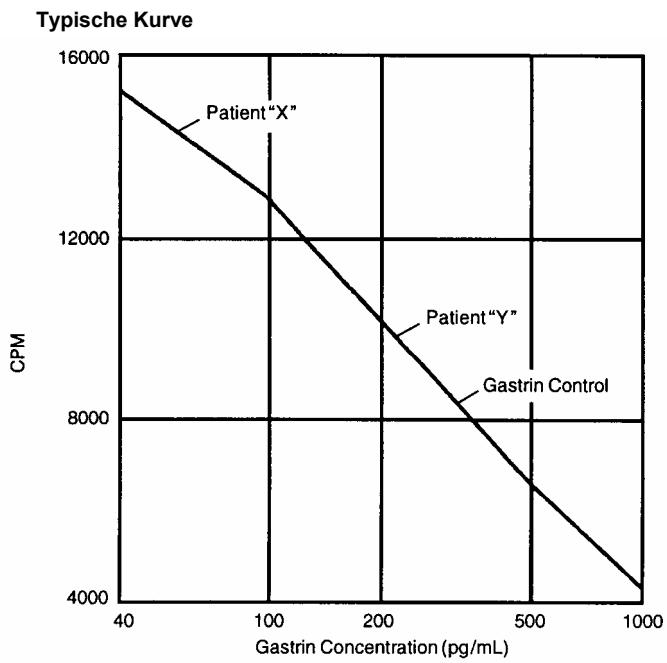

ABBILDUNG 1
- 10.3** Die bestpassende Kurve zeichnen. Eine typische Eichkurve und die entsprechenden Daten sind in ABBILDUNG 1 bzw. TABELLE III enthalten.